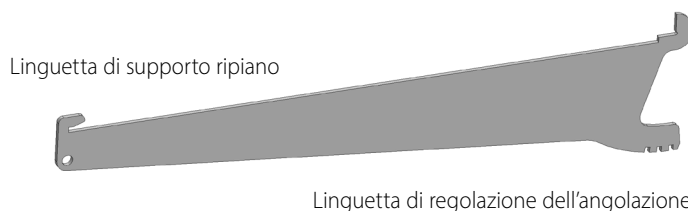

Fig. 11. Identificazione linguetta staffa di supporto ripiano.
1. Individuare le staffe di supporto ripiano. Vedere fig. 11.
2. Inserire la linguetta di supporto staffa nella cremagliera verticale. Vedere fig. 11 - 13.